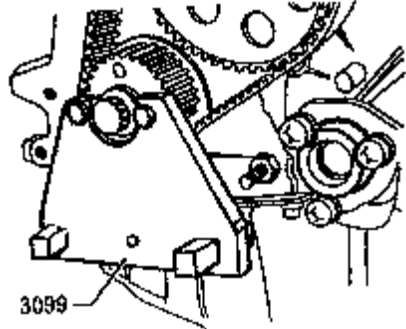

图 4-47 将皮带轮定位
(1) 拆卸多楔皮带及张紧装置，拆卸齿形皮带及曲轴齿形皮带轮，用 3099 反向定位皮带轮，如图 4-47 所示。